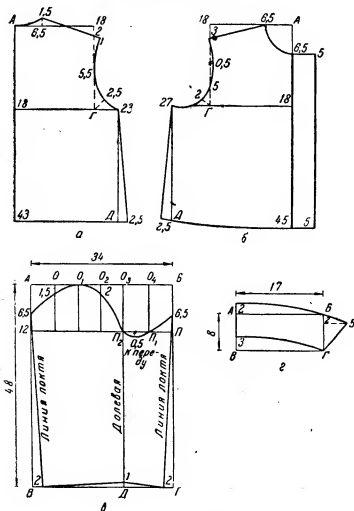

Рис. 123. Построение чертежа спортивной куртки для мальчиков школьного возраста:
Построение чертежа спинки. Вычерчивают прямой угол с вершиной в точке А (рис. 123, а). От точки А вправо по горизонтальной линии плана откладывают 18 см из расчета  $\frac{1}{2}$  окружности шеи плюс 2 см на разворот плеч (для всех размеров):
Построение чертежа переда. Вычерчивают прямой угол с вершиной в точке А (рис. 123.б). От точки А влево по горизонтальной линии плана откладывают 18 см из расчета  $\frac{1}{2}$  окружности шеи плюс 2 см на свободный разворот плеч (для всех размеров):
Построение чертежа рукава. Рукав имеет один шов по линии локтя. Проводят линию плеча — 34 см (рис. 123, в) из расчета  $\frac{1}{2}$  окружности груди минус 2 см (для всех размеров):
**Построение чертежа отложного воротника.** Проводят линию плана — 17 см (рис. 123, г) из расчета  $\frac{1}{2}$  окружности шеи плюс 1 см (для всех размеров):